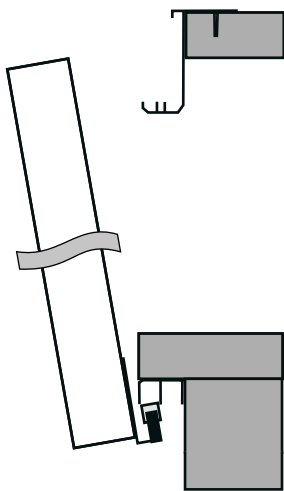
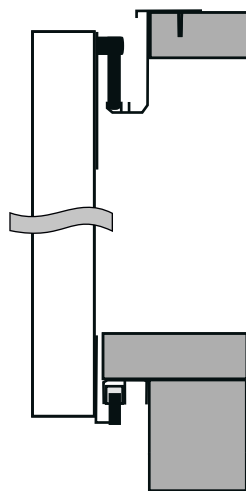

рис. 1
рис. 2
10. Выполняется навеска дверей раздвижного шкафа-купе. В первую очередь выполняется навеска задней двери. Дверь вставляется в направляющую нижней стороной (рис. 1) в ближний паз. Далее она приподнимается и одевается на верхнюю направляющую (рис. 2) также в ближний паз.